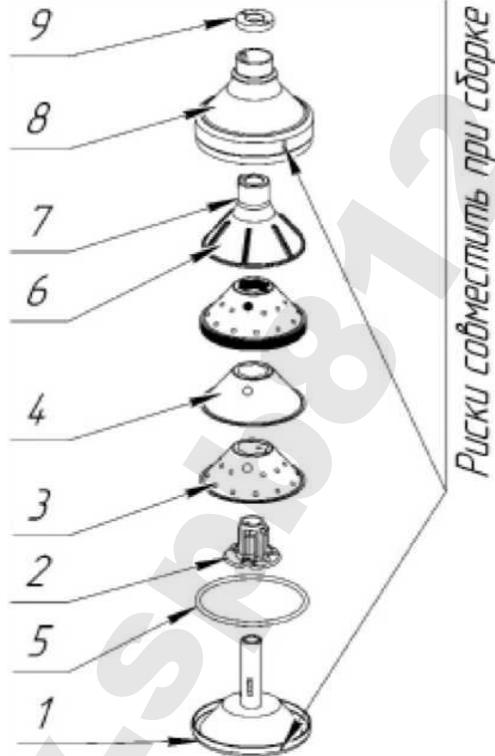

Рис. 4
- устанавливать барабан на вал электродвигателя и приводить его во вращение с не завёрнутой до конца гайкой поз. 9 (рис. 4);
Барабан сепаратора (рис. 4) состоит из основания 1, кольца уплотнительного 5,
6.2 Барабан разобрать, детали его промыть в горячем 2% содовом растворе, ополоснуть тёплой водой, просушить и собрать в следующей последовательности (см. рис. 4):
Внимание! Риски (см. рис. 4) на крышке барабана 8 и основании 1 должны быть совмещены, с целью исключения дисбаланса барабана.